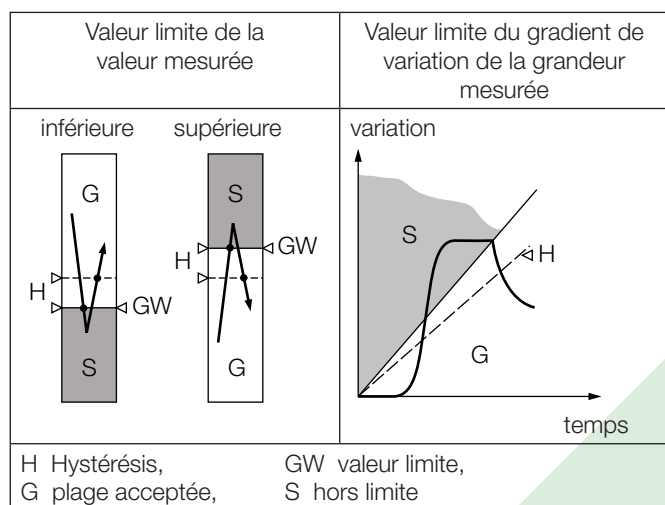

Fig. 5. Fonctions de commutation suivant type de détecteur de seuil.
- Valeur limite inférieure de la grandeur mesurée (voir Fig. 5, gauche)
- Valeur limite supérieure de la grandeur mesurée (voir Fig. 5, gauche)
- (voir Fig. 5 à droite)